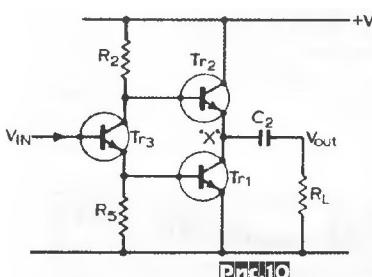

Рис.10
**Грэхем Мэйнард**, повторяя очень удачное схемное решение 10-ваттного некомплементарного транзисторного УМЗЧ с выходной ступенью в режиме класса А, предложенное (рис.9) в 1969 году Джоном Линсли Худом (июньский номер «Electronics World» посвящен светлой памяти этого выдающегося английского аудиосхемотехника, 1925-2004), продолжает удивляться, насколько захватывающе может звучать усилитель всего на четырех транзисторах. В упрощенном виде (рис. 10) это двухтактный каскад, оба выходных транзистора в котором работают без отсечки тока эмиттера/коллектора, и кроме того, все три транзистора каскада охвачены местной линеаризующей связью, возникающей из-за шунтирования эмиттерным переходом Tr1 резистора эмиттерной нагрузки R5 транзистора Tr3.